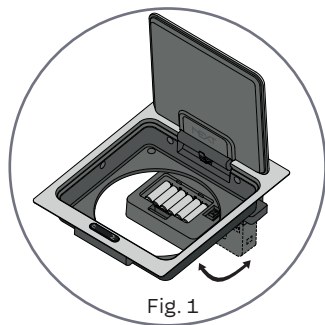

Fig. 1
1) Com 6 pilhas AA (não inclusas) que devem ser colocadas no compartimento traseiro. Este compartimento pode ser rotacionado 90° para facilitar a inclusão ou troca das pilhas por cima, (Fig. 1).
1) With 6 AA batteries (not included) placed in the back compartment. This compartment can be rotated 90° to make it easier to insert or replace the batteries from above, (Fig. 1).
1) Con 6 pilas AA (no incluidas) que deben colocarse en el compartimento trasero. Este compartimento se puede girar 90° para facilitar la inclusión o el cambio de las pilas por la parte superior (Fig. 1).